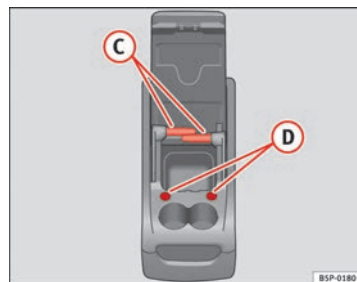

Fig. 115 Rangement mobile. Fonctions
Pour utiliser la tablette (C) ⇒ fig. 115, il faut l'extraire de son logement sur le côté du rangement mobile et la placer dans son logement (D) ⇒ fig. 115 sur la partie frontale du rangement mobile.